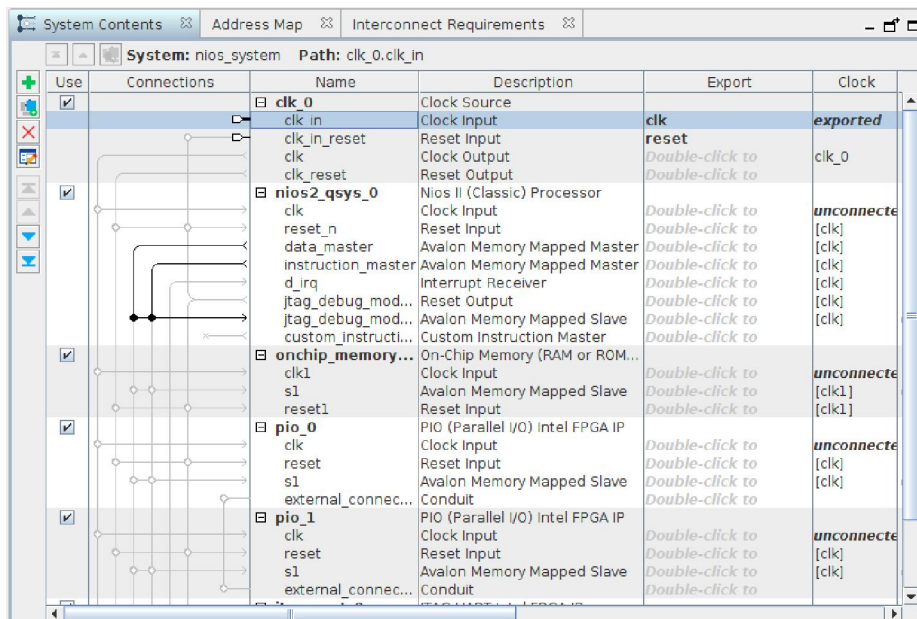

Рисунок 13. Вигляд вікна *System Contents*.
8. У вікні **System Contents** відобразяться додані компоненти, наявні та можливі зв'язки між ними (див. рис. 13).